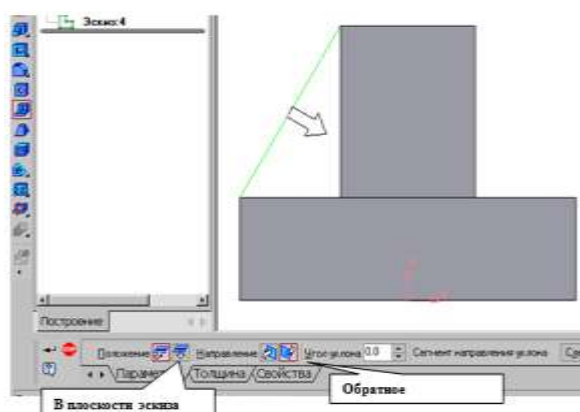

Рисунок 16.8 – Построение ребра жесткости
- положение ребра жесткости относительно плоскости эскиза (рисунок 16.8);